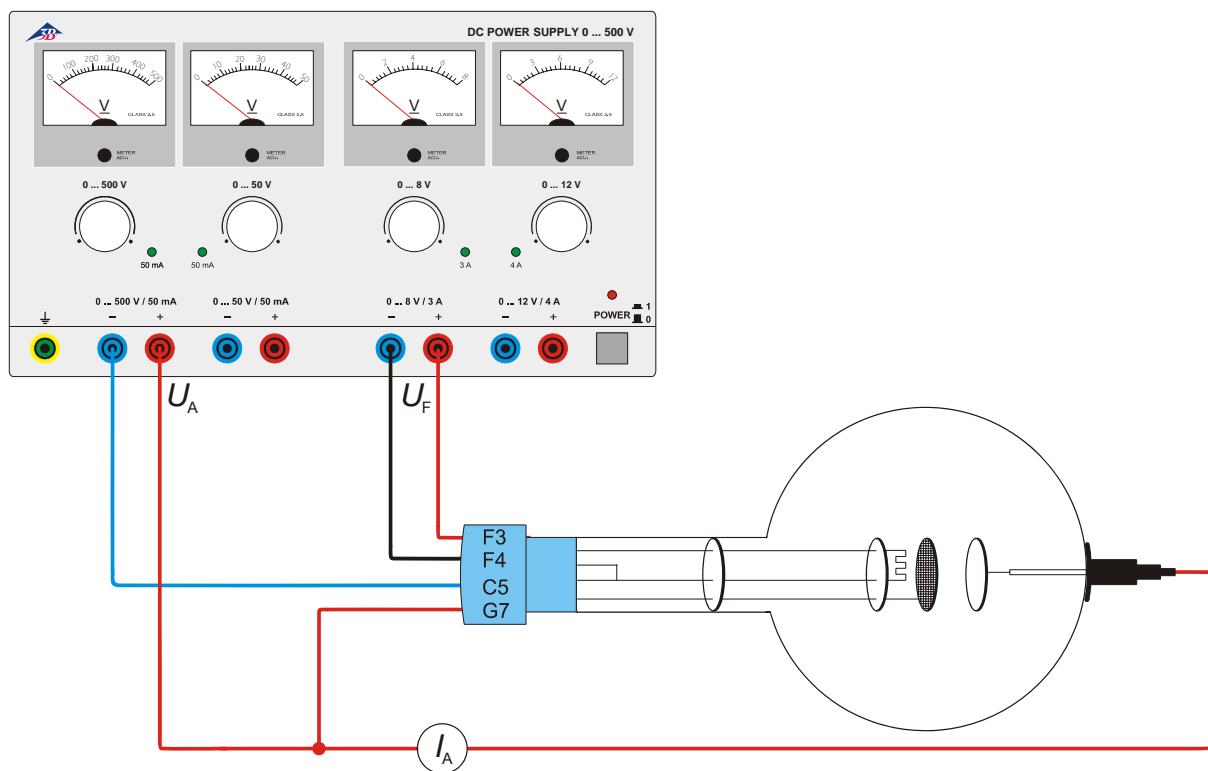

Fig. 2 Descarga provocada
- Produzir a comutação segundo fig. 2.